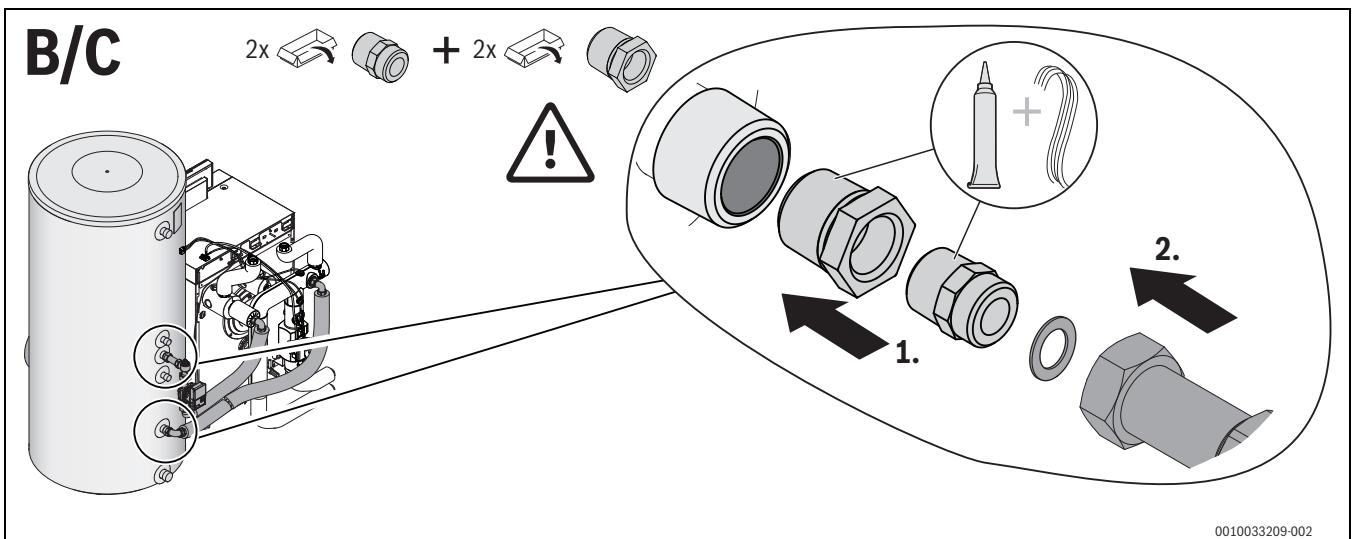

Bild 15 Montage Speicher-Verbindung stehender Speicher, Varianten B und C
- ▶ Rohrgruppe entsprechend der vorgesehenen Varianten (→Bild 13 – Bild 15) montieren (→separate Installationsanleitung des Speicheranbindungs-Sets beachten); **Varianten B, C.**